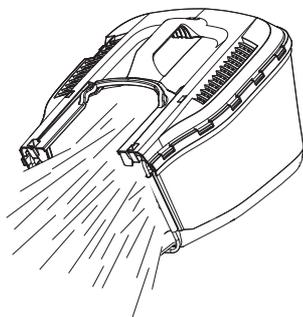

Fig.11
- > Pour enlever le bac de ramassage, soulevez le capot de sécurité [13] et décrochez le bac (Fig.11).